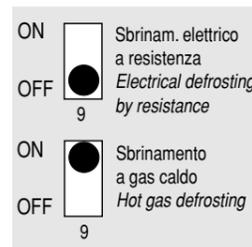

Fig. 6
- 9 tipo di sbrinamento (Fig. 6) OFF: sbrinamento a resistenza, ON: sbrinamento a gas caldo.
Lo sbrinamento (Fig. 6) può essere a resistenza (viene disattivato il compressore e attivato il relè di sbrinamento), oppure a gas caldo (viene attivato sia il compressore sia il relè di sbrinamento); fare riferimento alla Fig. 6 per la selezione. La fine dello sbrinamento invece, può avvenire in due modi: per tempo (da 1 a 60 min.) oppure per temperatura (da 0 a 30 °C) se si
- 9 type of defrosting (Fig. 6) OFF: resistance defrosting, ON: hot gas defrosting.
It is possible to choose (Fig. 6) between a resistance defrosting (the compressor is deactivated and the defrosting relay is activated) and a hot gas defrosting (both the compressor and the defrosting relay are activated); refer to the Fig. 6 for the selection. The defrosting end on the contrary, can take place in two ways: via time (from 1 to 60 min.) or via temperature (from 0 to 30°C) if the defrosting probe is utilised (see Fig. 5 for the correct programming). If the defrosting probe is